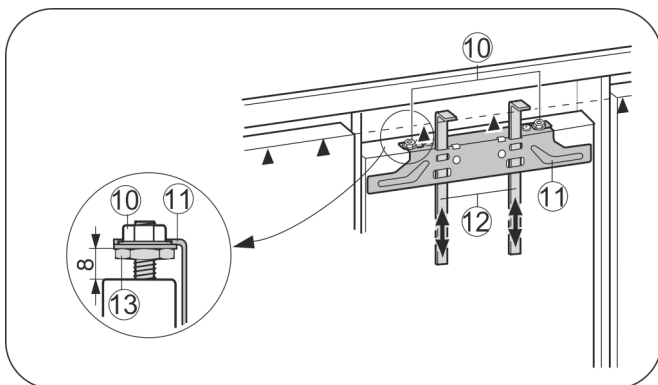

Fig. 17
- ▶ Montážne pomôcky Fig. 17 (12) presuňte hore do výšky nábytkových dverí. Spodná hrana dorazu ▲ montážnej pomôcky = vrchná hrana montovaných nábytkových dverí.
- ▶ Upevňovaciu traverzu Fig. 17 (11) nad poistnými maticami Fig. 17 (10) odskrutkujte.